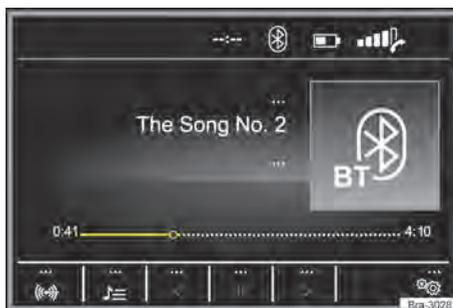
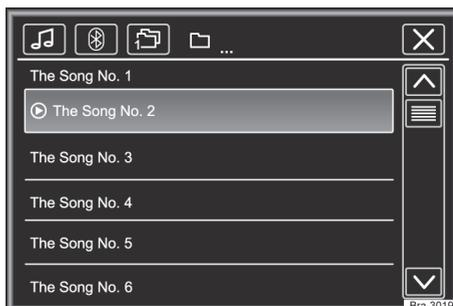

Fig. 130 Menu principal de mídia.
Fig. 131 Operação do rádio: lista de estações.
– Pressionar o botão **MEDIA** para abrir o menu principal **MEDIA** → Fig. 130.
As fontes de mídia que são reproduzidas atualmente são exibidas na superfície de função na parte inferior esquerda → Fig. 130.
Legenda da → Fig. 130 e → Fig. 131: